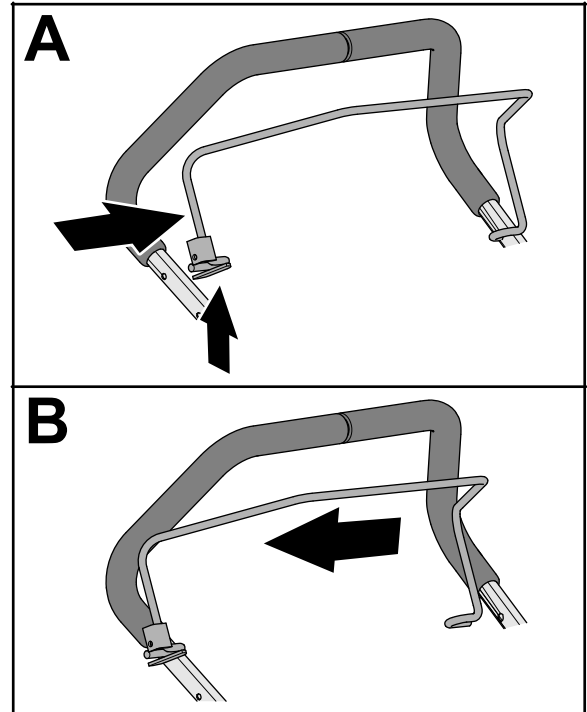

Bild 10
2. Drücken Sie die Seite des Schaltbügels zusammen, bis Sie ihn vom oberen Holm abnehmen können, und nehmen Sie den Schaltbügel von der Maschine ab (Bild 10).